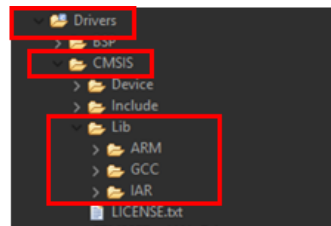

Figure 28 : Arborescence driver CMSIS
- Ensuite on ajoute le path de la librairie nécessaire pour les calculs mathématique, dans **Proprieties** du projet >> **C/C++ Build** >> **Settings** >> **MCU/MPU GCC Linker** >> **Librairies** >> **Library search path (-L)** >> **Add** >> **File system** >> choisir le path de notre librairie (Figure 28)